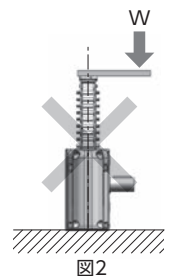

図2
7. 本体に加わる荷重はジップチェーンの進行方向と同軸上に作用するようにしてください。作用方向や位置が不適切ですとジップチェーンに曲げ荷重や横荷重が加わり破損のおそれがあります。(図2)